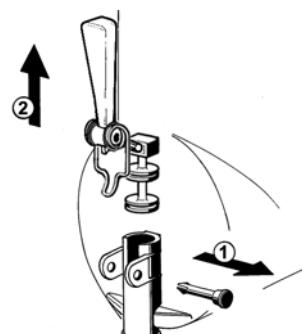

figura 10
- 5 Desarmar el grifo respetando la secuencia indicada (ver figura 10).
- 2 Armar de nuevo el grifo sobre el contenedor siguiendo la secuencia inversa a la detallada para el desmontaje (vedere figura 10).